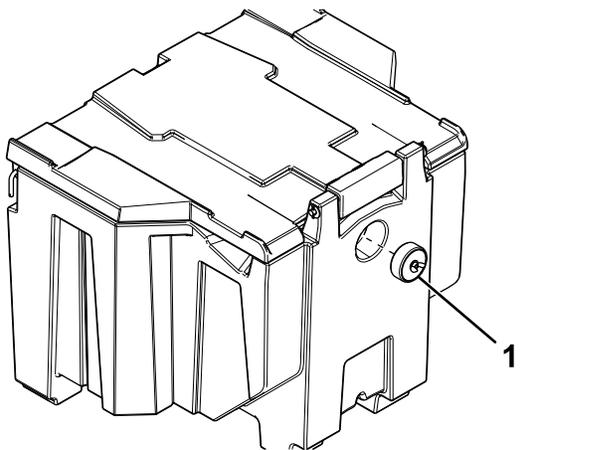

Bild 13
1. Lösen Sie die Flügelmutter am Stopfen des QuickCubes und entfernen Sie diesen (**Bild 13**).